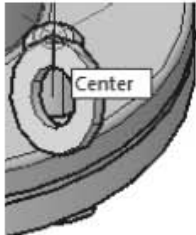

Рис. 12.22. Выбор третьей точки на стержне болта
17. Укажите третью точку с привязкой **Центр (Center)** — центр окружности основания стержня болта (рис. 12.22).